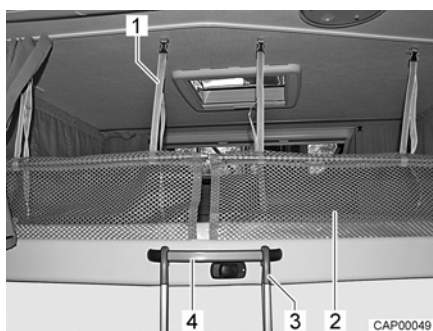

Bild 54 Stege och skyddsnät
Haka fast: ■ Haka fast stege (Bild 54,3) med båda byglarna i handtaget (Bild 54,4) på den höjbara sängen.
Skyddsnäten (Bild 54,2) med fästremmarna befinner sig under madrassen. Skyddsnäten ska först monteras när personerna som ska sova där befinner sig på den höjbara sängen.
- Haka fast fästremmarna (Bild 54,1) i hållarna i taket.